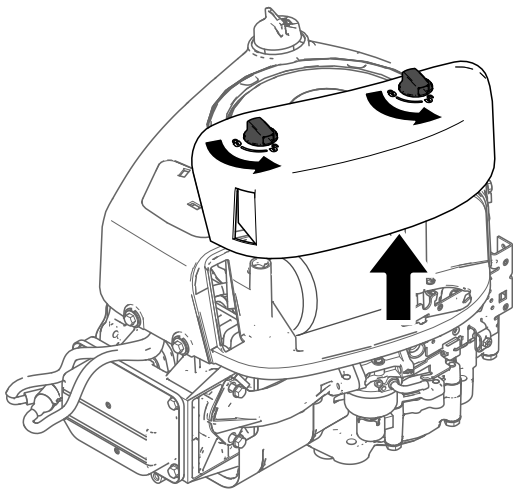

Figura 37
3. Montate il coperchio e fissatelo con i fermi (Figura 37).